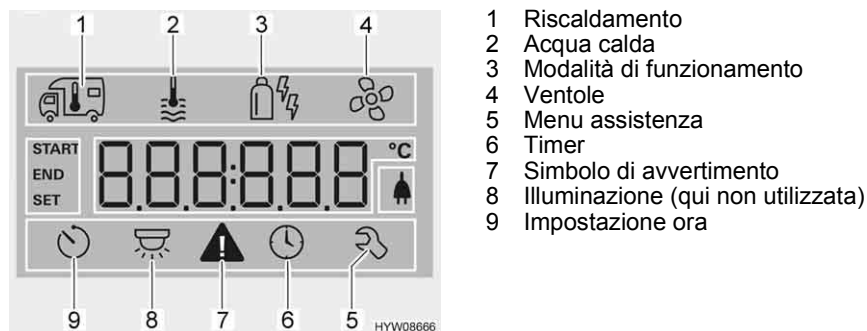

Fig. 212 Display
- Ruotare la manopola/il pulsante (Fig. 191,6), finché il simbolo del menu relativo all'acqua calda (Fig. 212,2) lampeggia.